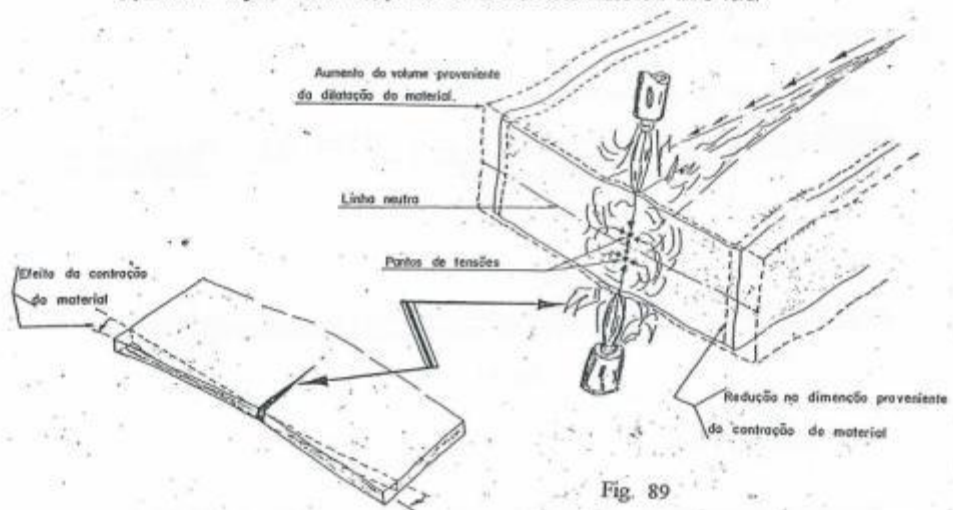

Fig. 89
- f) Circular Fig. 89 - Aquecimento concentrado.